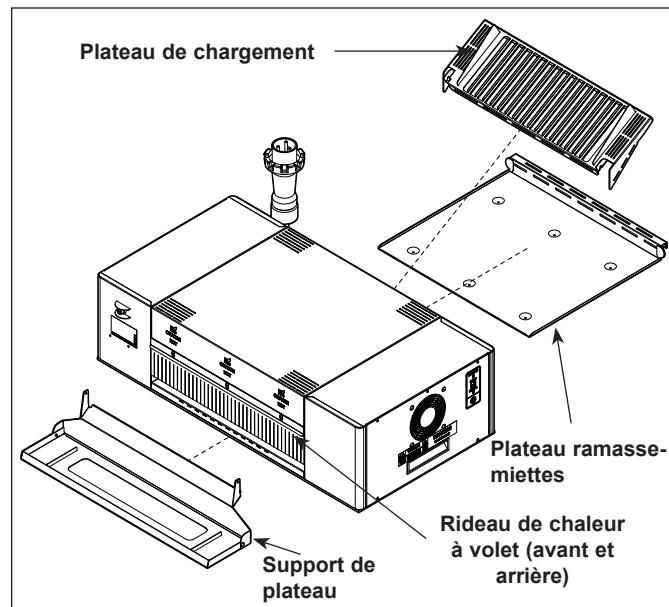

Figure 1. Composants du HRT-5H
2. Fixer le plateau de chargement de brioche, le plateau ramasse-miettes, le support de plateau et le plateau (Figure 1).